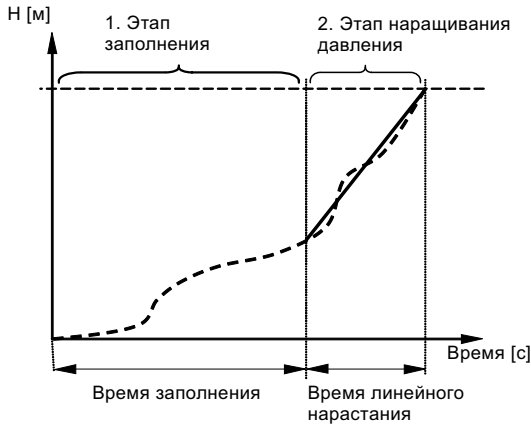

Рис. 113 Этапы заполнения и нарастания давления
2. Когда датчик давления системы фиксирует, что трубопровод заполнен водой, давление повышается до установленного значения. См. рис. 113.